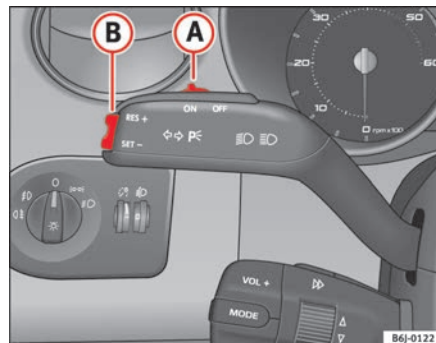

Fig. 103 Leva degli indicatori di direzione e degli abbaglianti: l'interruttore e il tasto di comando del regolatore di velocità
- Spostare verso sinistra l'interruttore ⇒ fig. 103 **A**, posizionandolo su **ON**.